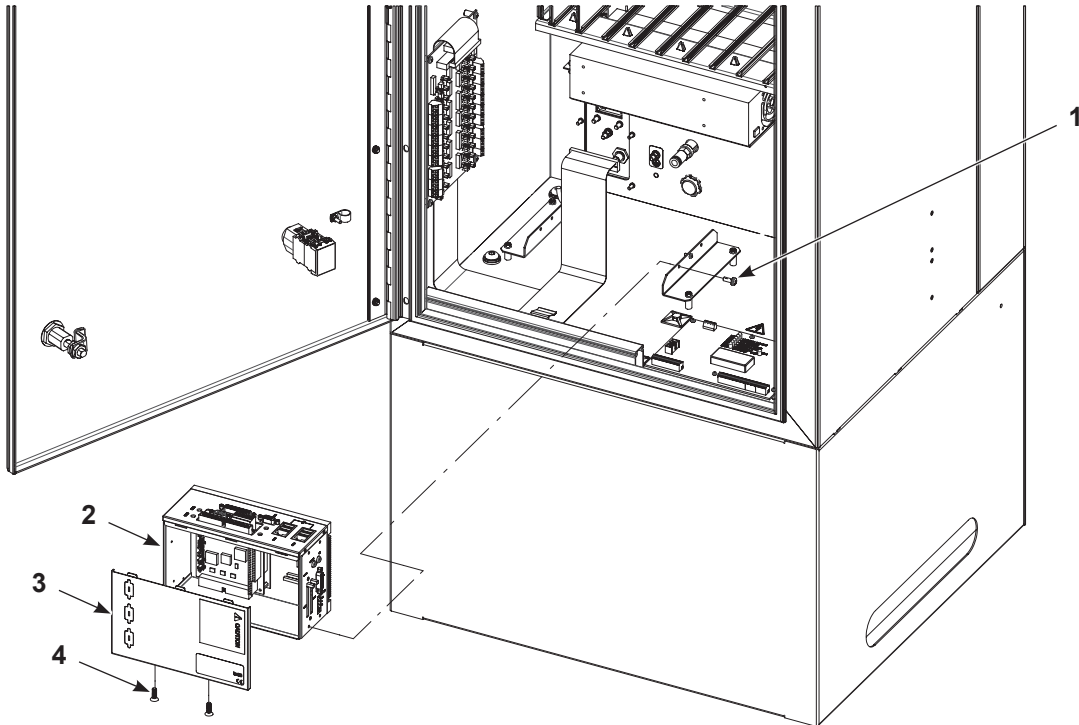

Figura 5-7 Extracción del PC
1. Ver la Figura 5-7. En el interior del armario iControl, desconectar todos los cables desde el PC (2).
2. Extraer el PC del iControl retirando los tornillos de rail DIN (1).
3. Extraer el panel frontal del PC (3) retirando los tornillos correspondientes (4).